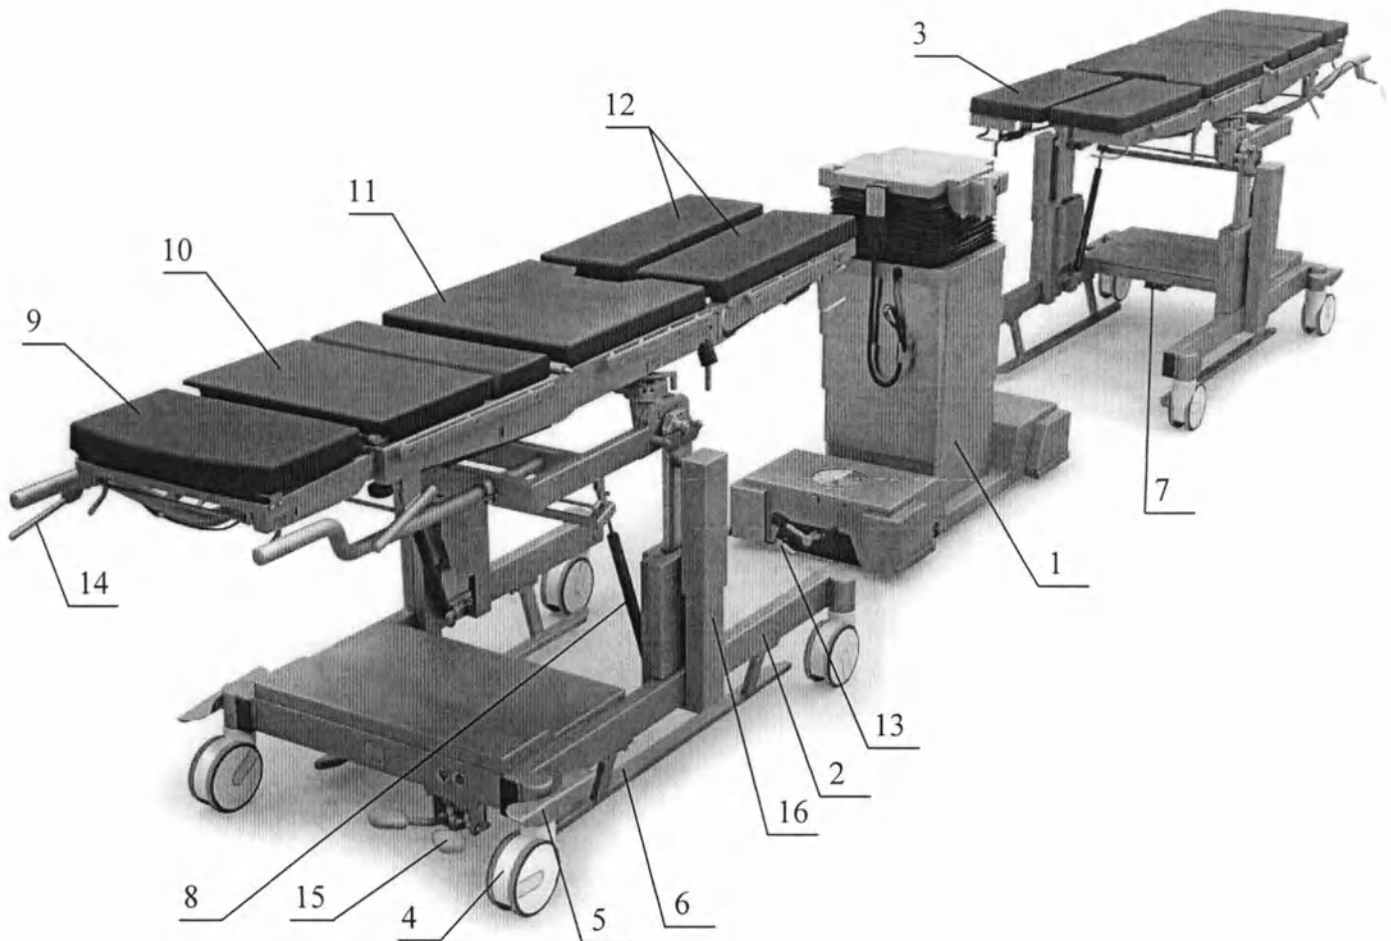

Рисунок 1 – Общий вид стола
2.1 Стол общехирургический со сменными панелями (см. рисунок 1) представляет собой систему, состоящую из тумбы 1, нескольких (в стандартной поставке двух) транспортных тележек 2 и сменных панелей 3. Данная система позволяет организовать работу операционного блока, значительно повысив его пропускную способность.
2.3 Панель стола состоит из секций: головной 9, спинной 10, центральной (тазобедренной) 11 и ножной 12 (Рисунок 1). Ножная секция состоит из двух частей – правой и левой. Подушки секций крепятся на штырях панели стола.
5.3 Подсоедините заземляющий зажим тумбы стола 13 (рисунок 1) к внешнему контуру защитного заземления.